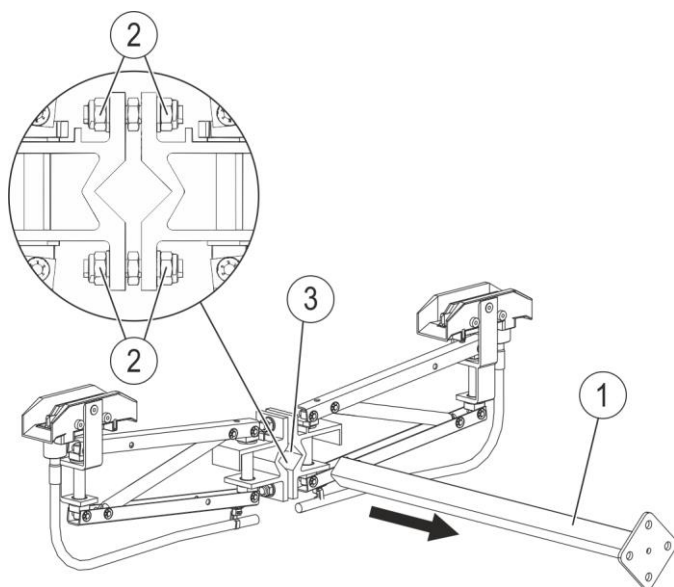

Fig. 122 : Monter un bras entraîneur
- Serrer le bras entraîneur (pos. 1) dans le réceptacle central (carré) (pos. 3) du collecteur de courant. Serrer simultanément les écrous extérieurs M8 (pos. 2) en alternance et progressivement au moyen d'une clé à fourche (voir Fig. 122). Respecter les tolérances et consignes indiquées plus haut.